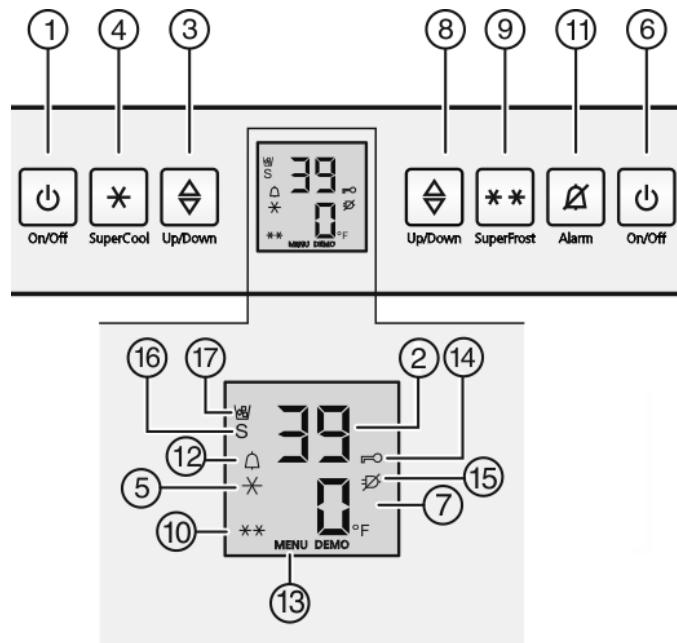

Fig. 3
- Appuyer sur la touche On/Off du compartiment congélateur Fig. 3 (6).
- Appuyer sur la touche On/Off du compartiment réfrigérateur Fig. 3 (1).
- ▶ Activer le mode de réglage : appuyer sur la touche SuperFrost Fig. 3 (9) pendant env. 5 s.
- ▷ Le symbole Menu Fig. 3 (13) luit.
- ▶ Sélectionner ° à l'aide de la touche de réglage du compartiment congélateur Fig. 3 (8).
- ▶ Confirmer : enfonce brièvement la touche SuperFrost Fig. 3 (9).
- ▶ Sélectionner °F ou °C à l'aide de la touche de réglage compartiment congélateur Fig. 3 (8).
- ▶ Quitter le mode de réglage : Appuyer sur la touche On/Off du congélateur Fig. 3 (6).
- ▶ Activer le mode de réglage : appuyer sur la touche SuperFrost Fig. 3 (9) pendant env. 5 secondes.
- ▷ Le symbole Menu Fig. 3 (13) apparaît dans l'affichage.
- ▶ Sélectionner **c** à l'aide de la touche de réglage du compartiment congélateur Fig. 3 (8).
- ▶ Confirmez en appuyant brièvement sur la touche SuperFrost Fig. 3 (9).
- ▷ Le symbole Sécurité enfants Fig. 3 (14) s'allume dans l'affichage.
- ▶ Appuyer brièvement sur la touche On/Off du compartiment congélateur Fig. 3 (6).
- ▷ Le symbole Sécurité enfants Fig. 3 (14) s'éteint.
- ▶ Appuyer sur la touche Alarme Fig. 3 (11).
L'affichage de la température clignote en même temps que le symbole Alarme Fig. 3 (12).